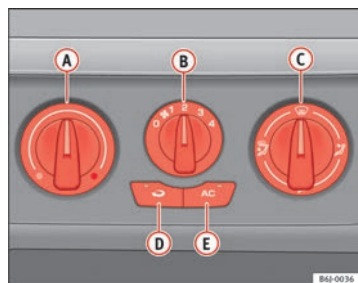

Fig. 101 Sur la planche de bord : éléments de commande du climatiseur
- Les régulateurs $\Rightarrow$ fig. 101 **(A)** et **(C)** et la commande **(B)** permettent de régler la température, la distribution de l'air et la vitesse de la turbine.